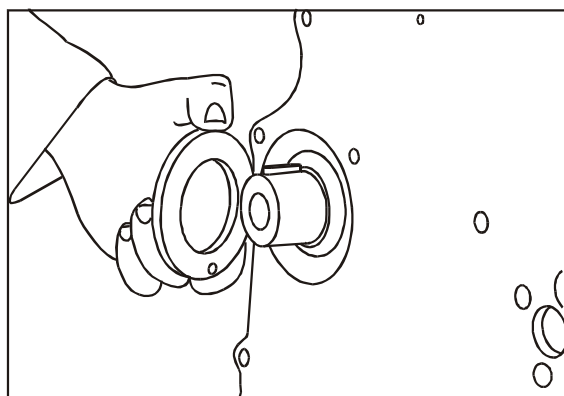

FIG 12
3. Posicione o bloco com a superfície usinada para cima e monte a arruela de encosto da árvore de comando das válvulas, veja **Fig. 12** posicionando-a corretamente no pino-guia.